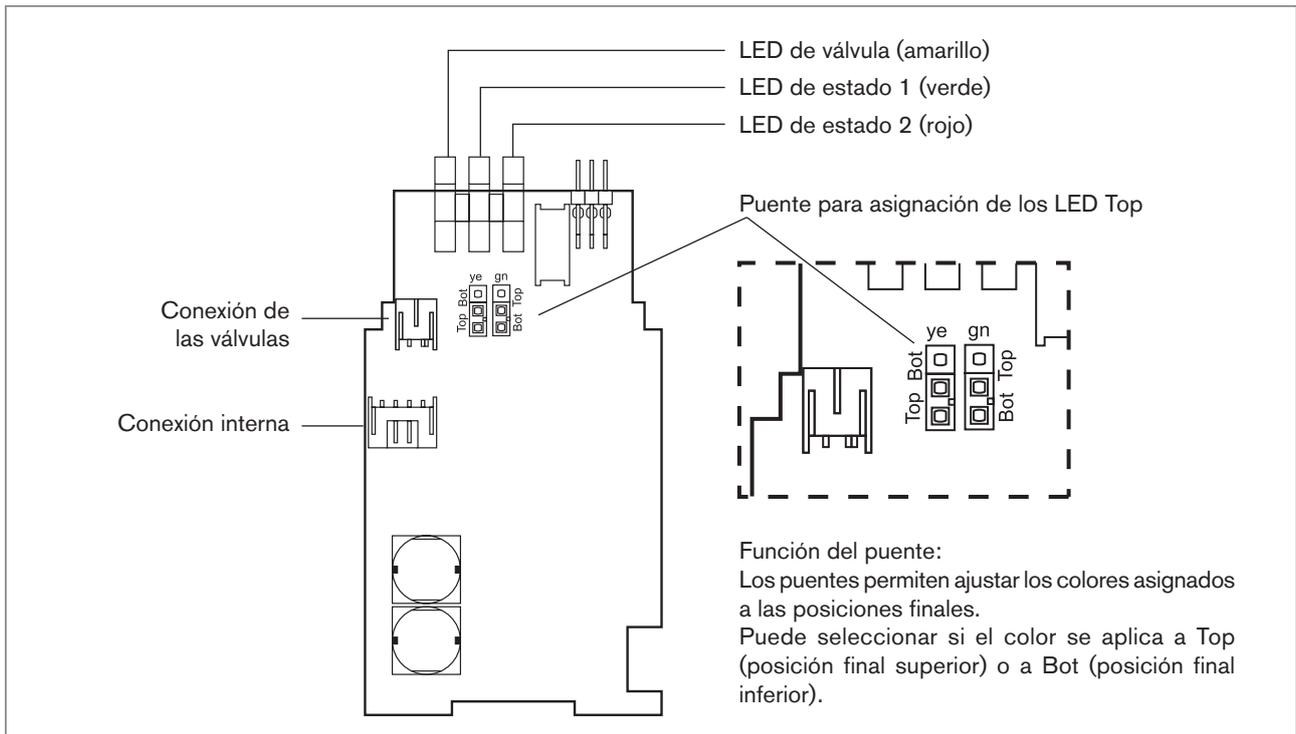

Fig. 12: PCB interfaz AS
- Mediante los puentes, asigne el color deseado a los LED Top (vea la fig. 12: PCB interfaz AS).